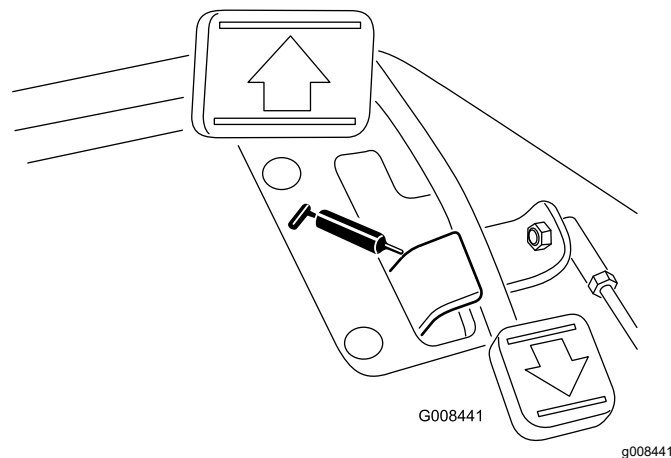

Figura 29
- Articulação do pedal de tração (1) (Figura 29)